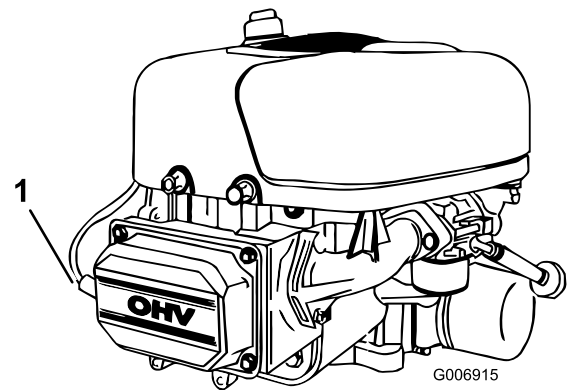

Figure 23
5. Débranchez la bougie (Figure 23).
3. Branchez la bougie (Figure 23).